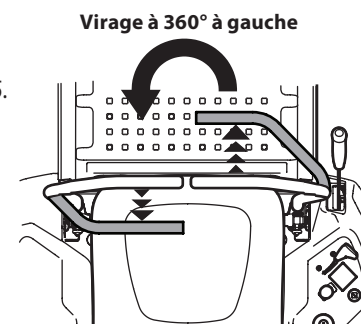

Figure 35
3. Pour tourner à gauche, poussez la barre de conduite droite vers l'avant et tirez la barre de conduite gauche vers l'arrière. Voir Figure 35.